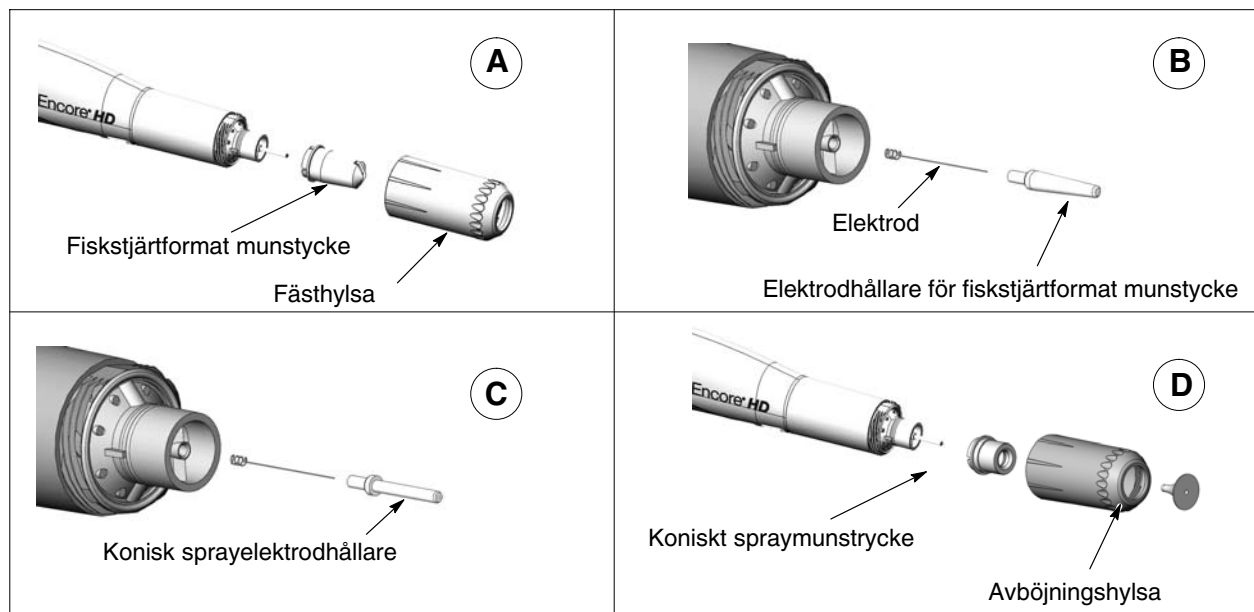

Bild 4-6 Omvandla ett fiskstjörtformat spraymunstycke till ett koniskt munstycke
2. Omvandla elektrodhållaren och munstycket. Se bild 4-6.